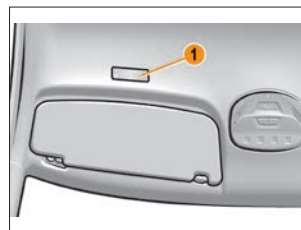

Рис. 2. Микрофон MMC
2.3. Ниже приведено описание особенностей управления автомобилем с автоматизированной (АМТ) коробкой передач и левым расположением органов управления (см. рис. 2), которые необходимо учитывать при эксплуатации автомобиля согласно требованиям основного РЭ автомобиля:
Перед солнцезащитным козырьком водителя расположен микрофон 1 MMC (рис. 2).